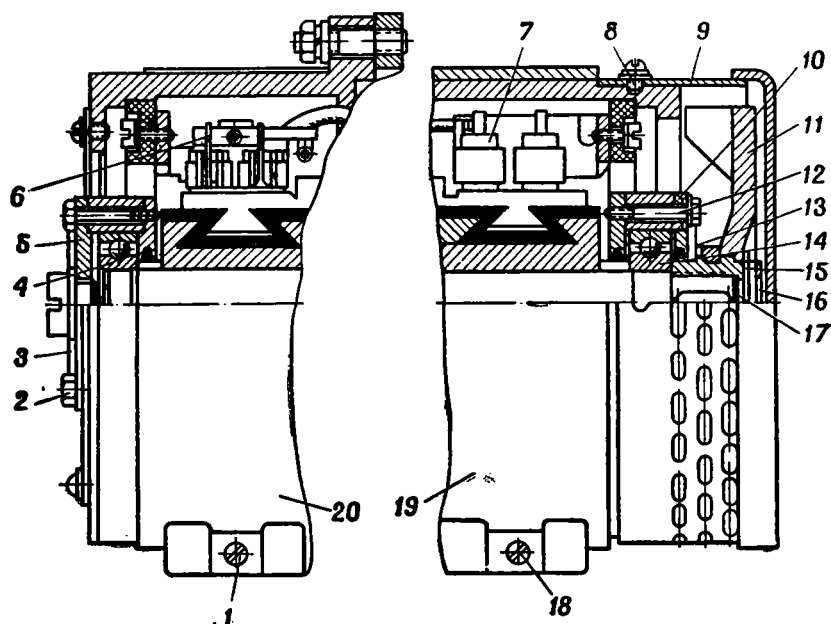

Рис. 18. Электромашинный усилитель:
1. Вывинтить винт 1 или 18 и снять ленту 20 или 19 (рис. 18).
1. Вывинтить винты 8 (рис. 18) и снять кожух 9.